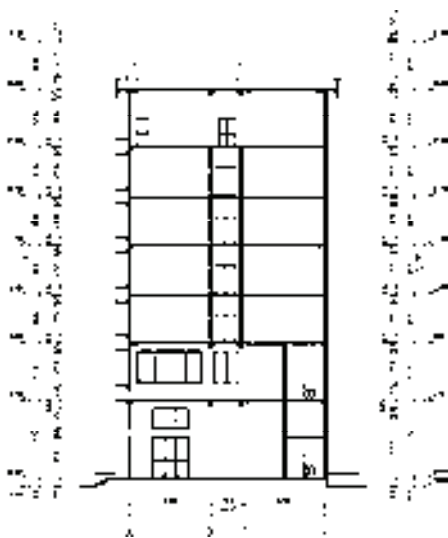

图 15-193 逐点标注
- 2) 调用“逐点标注”命令, 重新为门窗添加尺寸标注, 如图 15-193 所示。